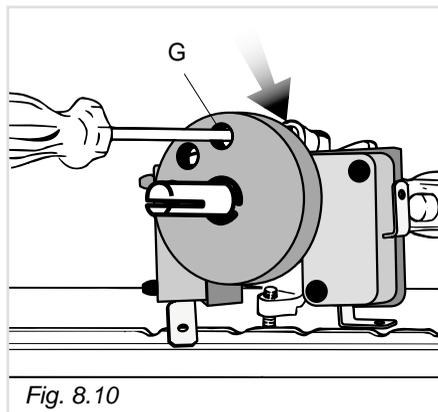

Fig. 8.10
- Sfilare la manopola del termostato e passando attraverso il foro del frontale con un cacciavite a taglio, svitare di circa un giro la vite by-pass **G** (fig. 8.10)
- Avvitare lentamente la vite by-pass **G** (fig. 8.10) fino all'ottenimento di una fiamma lunga 3-4 mm.